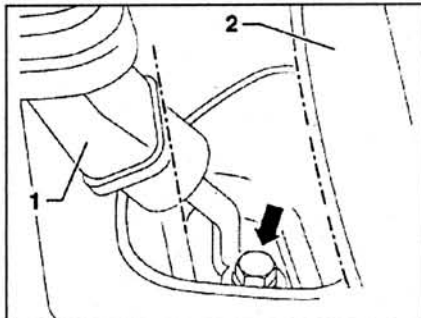

Рис. 4.15. Открутите болт (стрелка).
5. Открутите болт (стрелка) (рис. 4.15).
7. Совместите конец рычага 1 с концом центральной консоли 2 параллельно друг к другу (рис. 4.15). Затяните болт (стрелка) и установите защитный чехол.